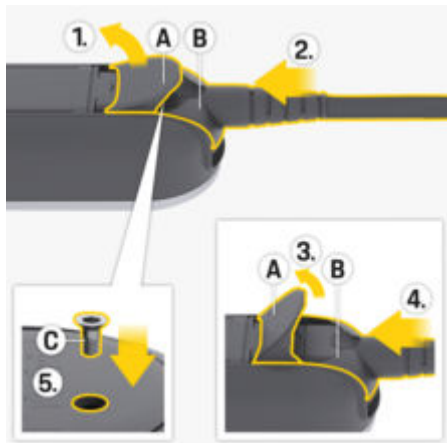

Fig. 32 Fixation des câbles d'alimentation et des fiches
1. Ouvrez le couvercle **A** (Fig. 32) à environ 15 degrés (juste assez pour que la fiche **B** (Fig. 32) s'insère dans le module de commande).
2. Insérez la fiche **B** (Fig. 32) dans le module de commande jusqu'au premier point de résistance.
3. Ouvrez complètement le couvercle **A** (Fig. 32).
4. Insérez entièrement la fiche **B** (Fig. 32).
5. Fermez complètement le couvercle **A** (Fig. 32) et fixez-le avec une vis **C** (Fig. 32).